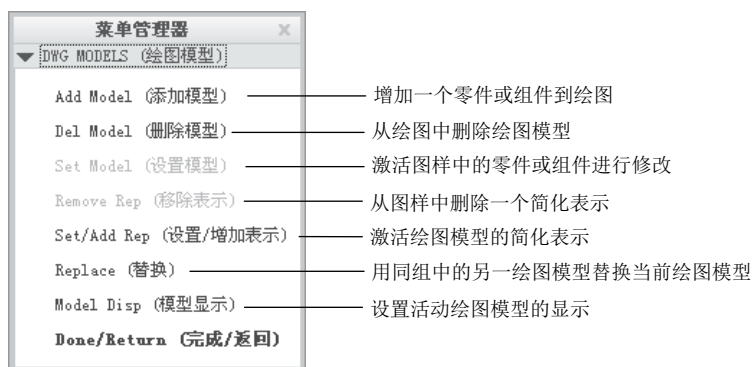

图 7.1.28 “绘图模型”菜单
Step2. 在功能选项卡区域的 **布局** 选项卡中单击“绘图模型”按钮 ，在弹出的 ▼ DWG MODELS (绘图模型) 菜单中选择 Replace (替换) 命令，如图 7.1.28 所示。